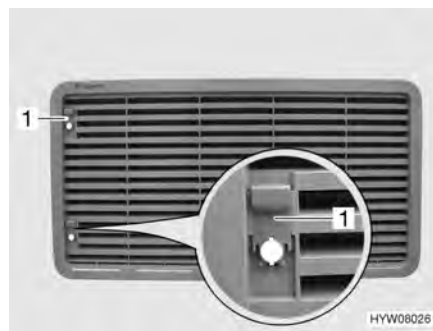

Bild 138 Kylskåpets ventilationsgaller (med spjäll)
- Skjut upp spjället (Bild 138,1).